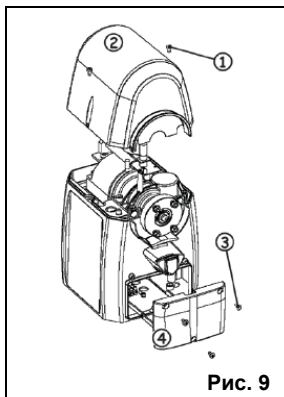

Рис. 9
1. Снять верхнюю крышку (рис. 9, поз. 2), выкрутив винты (рис. 9, поз. 1).
2. Выкрутить три винта (рис. 9, поз. 3), фиксирующих крышку (рис. 9, поз. 4).